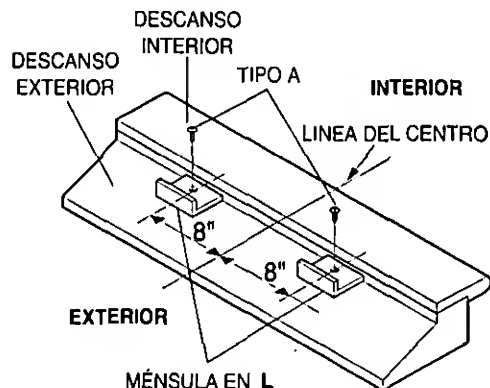

Fig. 9
- a. Cuidadosamente levante el aire acondicionado y colóquelo en el hoyo de la ventana. Asegúrese de que la guía inferior del aire acondicionado caiga en lugar correcto del ménsula en L. Ver Fig. 9.